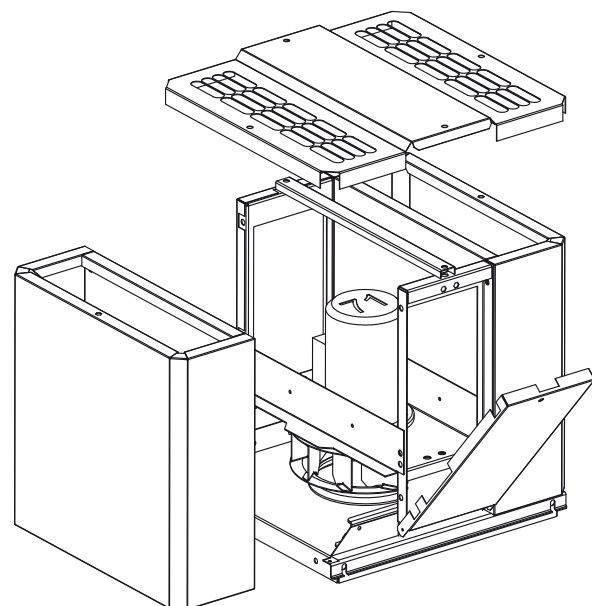

Abbildung 4
4. Senken Sie den Ventilatorteil ab, entfernen Sie den Schutzgitter (Fig. 4), lösen Sie die Elektrokabel der Anschlußbuchse und entfernen den Motor von der Motorkonsole.